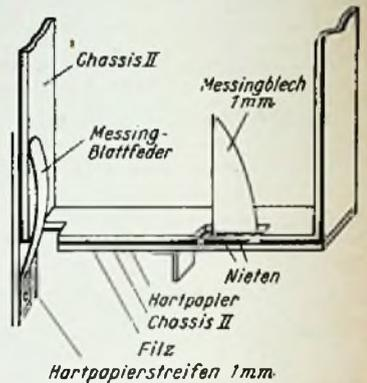

Bild 4. Kontaktstücke zum Durchschalten der Heizbatterie
7. Die Bedienung wird weiter vereinfacht, wenn die Heizbatterie-Attrappe vermieden wird. Stattdessen wird eine Kontaktnase isoliert auf Chassis II angebracht und zwar so, daß sich beim Einschleben des Taschenegeräts die Heizbatterie-Klemmfeder auf diese Nase aufschleift. Dies ist der positive Heizkreisanschluß. Der negative Anschluß wird durch eine einfache Messingblattfeder hergestellt, die auf der dem NI-Übertrager zugewandten Seite des Chassis II isoliert befestigt wird, damit der „positive“ Anodenanschlußstecker nicht über die Befestigungsschrauben auf der Frontplatte mit dem negativen Chassis in Verbindung kommen kann. Bild 4 veranschaulicht den Einbau dieser Teile. Im Chassis nach Bild 4 (Heft 1/1953) ist allerdings noch ein Ausschnitt vorzusehen, damit die Nase in das Chassis des Taschenegeräts greifen kann und mit der Heizbatteriefeder Kontakt bekommt. Konrad Sauerbeck